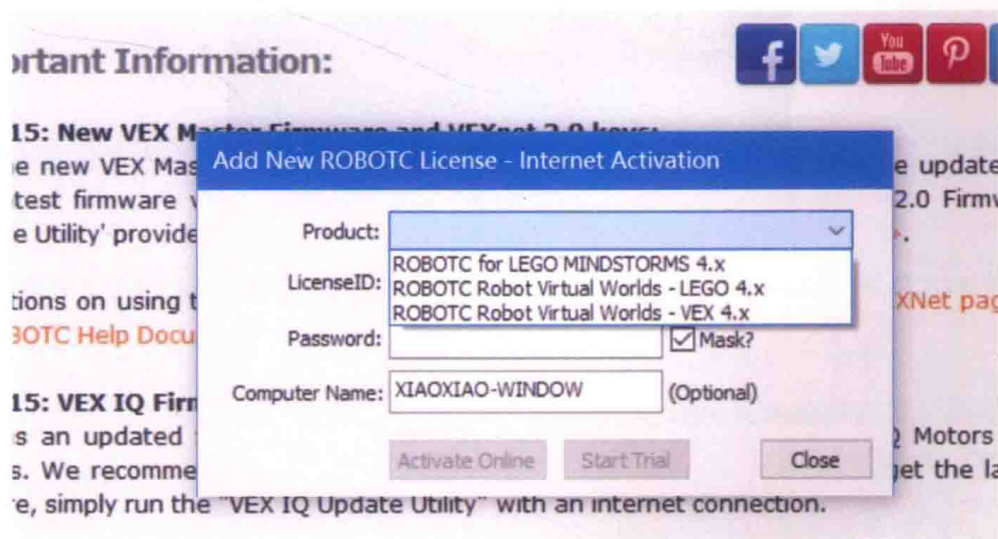

图 1-15
(12) 在证书选项中选择第一项“ROBOTC for LEGO MINDSTORMS 4. X”进行激活, 如图 1-15 所示。
(13) 图 1-15 中的证书意思分别是 LEGO 的 ROBOTC、LEGO 的虚拟世界和 VEX 的虚拟世界，注意，每个证书可以试用 10 天，如果要长期使用，需要到官方网站进行购买。在这里可以单击 Start Trail 按钮进行试用。如果是正版激活，就输入证书 id 和 password，然后单击 Activate Online 按钮。